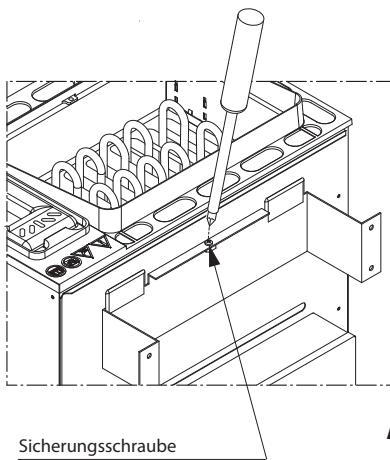

Abb. 7
5. Das Saunaheizgerät mittels Blechschaube durch die am hinteren Ofenrand befindliche Bohrung an der Wandhalterung sichern (Abb. 7).